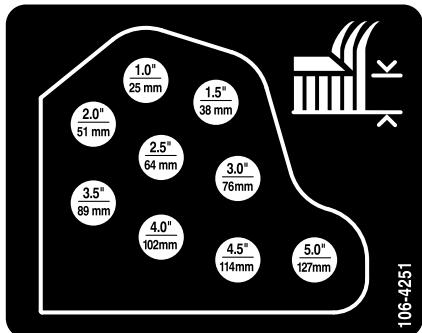

Рисунок 21
11. Закрепите цепи регулировки высоты скашивания в требуемом отверстии с помощью шплинтуемого штифта и игольчатого шплинта (Рисунок 21).